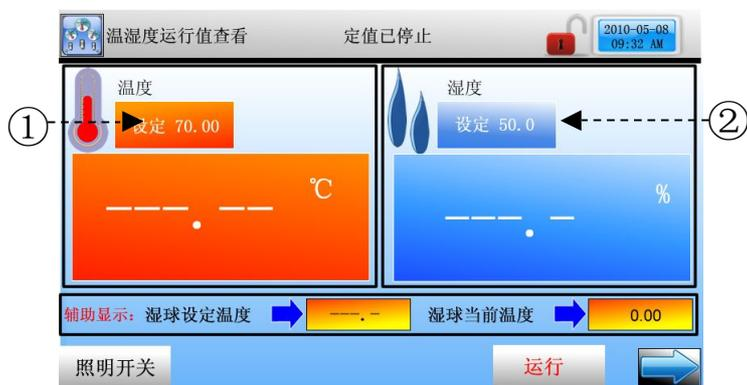

图 21
- ① 本产品所使用的一切输入值由设定值输入键，实验名输入键及报时信息输入键所设定。
- ② 设定值输入键：在按输入按钮时显示出现并可输入要设定的值。
- ③ 报时信息输入键请参考 2.10.4 讯控设定画面。
- ④ 实验名输入键请参考 2.10.6 程式名称设定画面。
- ▶ 超过 5 秒后会自动会移动到图 15 或图 21 画面。